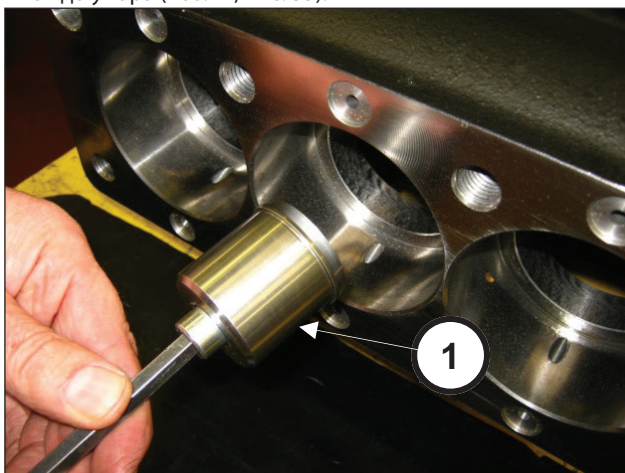
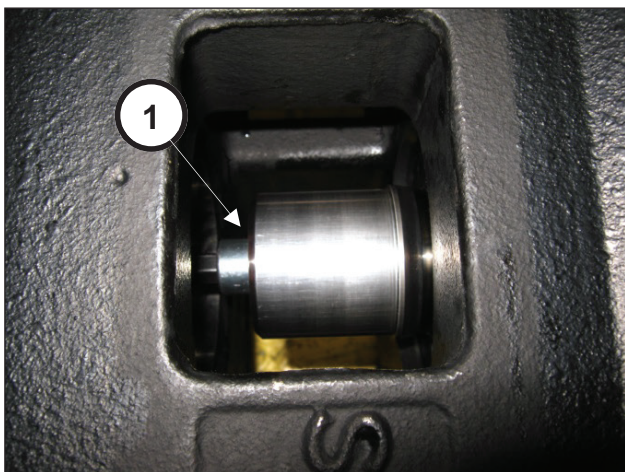

Рис. 34
Рис. 35
Введите инструмент (поз. ①, Рис. 34) и навинтите его на шток до упора (поз. ①, Рис. 35).
Убедившись в полной чистоте картера, вставьте узел половинки шатуна и направляющей поршня в гильзы картера (поз. ①, Рис. 35).
Зафиксируйте все три узла специальным инструментом, арт. 27566200 (поз. ①, Рис. 34).